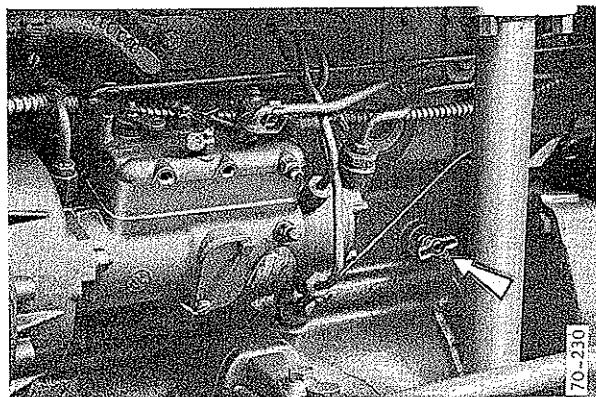

Fig. 47
- le robinet du bloc moteur (côté gauche), fig. 47,